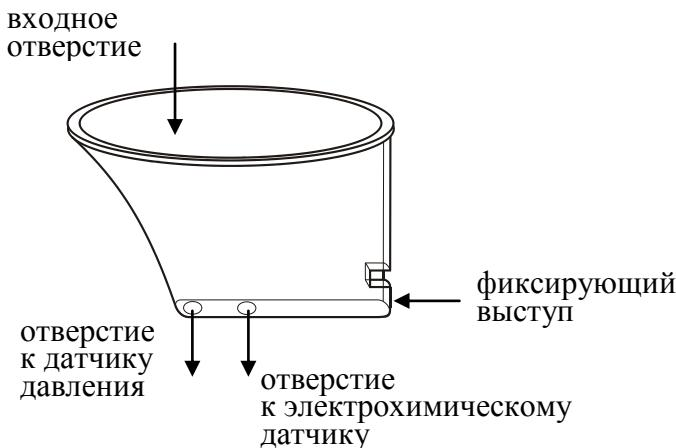

Рисунок 3 – Мундштук-воронка
1.4.17 Многоразовый мундштук-воронка (рисунок 3) формирует поток выдыхаемого воздуха для отбора пробы в режиме скринига.